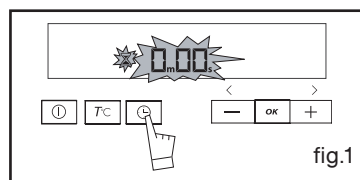

fig.1
- Premi 3 volte il comando  (fig.1).